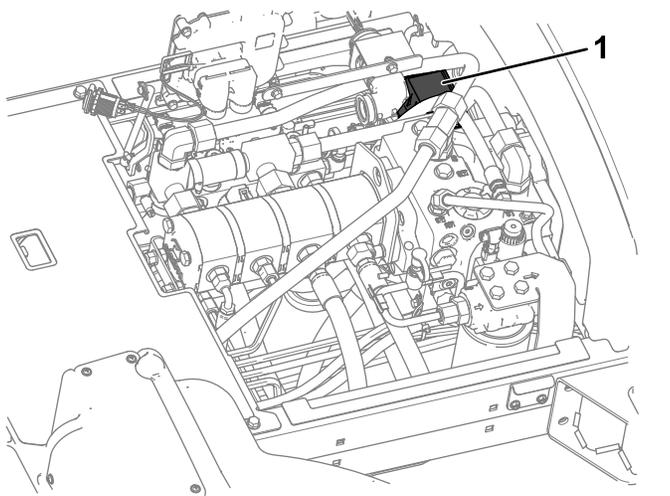

Figura 135
- Sostituite il fusibile aperto (Figura 135) con uno dello stesso tipo e amperaggio.